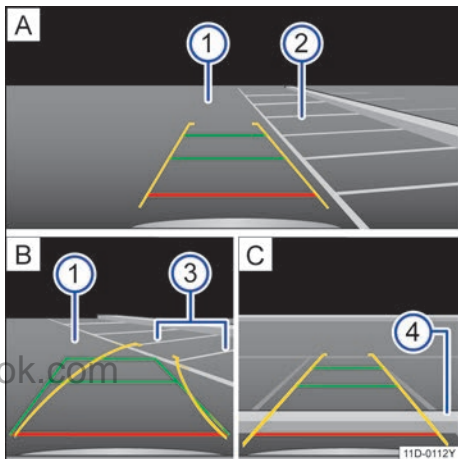

图 109 信息娱乐系统的屏幕显示：使用倒车摄像头泊车
- 将车辆驶到停车位前方→图 109Ⓐ②。
- 转向，使黄色辅助线与目标车位边界对齐。绿线和黄线必须与侧面边界线→图 109Ⓑ③重合。